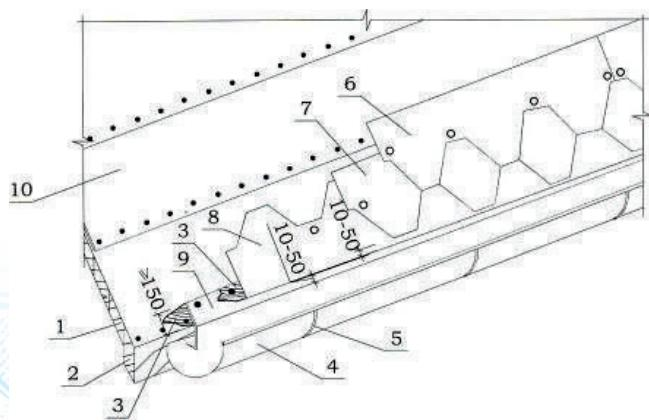

Рисунок 5.3. Схема укладки гибкой черепицы на карнизе
3.2 При отсутствии карнизной черепицы можно применить рядовую кровельную черепицу, которую в этом случае укладывают вырезами вверх таким образом, чтобы кровельная черепица не доходила до края карнизной планки (капельника) на 10 – 50 мм (рисунок 5.3).